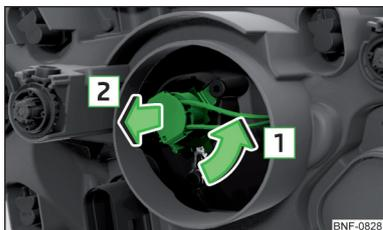

Fig. 174
- Girar el conector con la bombilla en el sentido de la flecha **1** » fig. 174.